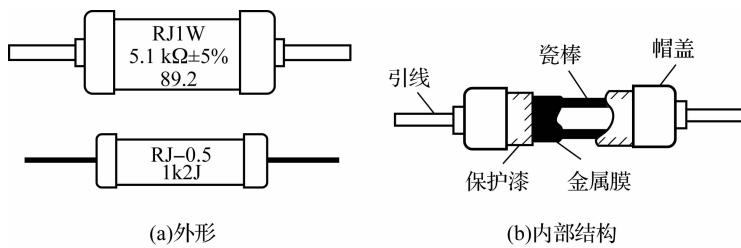

图 1-10 金属膜电阻器的外形和内部结构
(4) 金属膜电阻器。与碳膜电阻器相比,金属膜电阻器只是用合金粉替代了结晶碳,除具有碳膜电阻器的特性之外,金属膜电阻器的主要特点是耐热性能好,额定工作温度为70℃,最高可达155℃。与碳膜电阻器相比,金属膜电阻器体积小、噪声低、稳定性好。它的工作频率也较宽,但成本稍高。通过调节合金粉成分和更换成膜工艺等方法,还可以制成精密、高阻、高频、高压、高温等各种类型的金属膜电阻器。金属膜电阻器适用于要求较高的通信设备、电子仪器等电路,在家用电器上也得到了较多的应用。金属膜电阻器涂层多为红色。金属膜电阻器的外形和内部结构如图 1-10 所示。